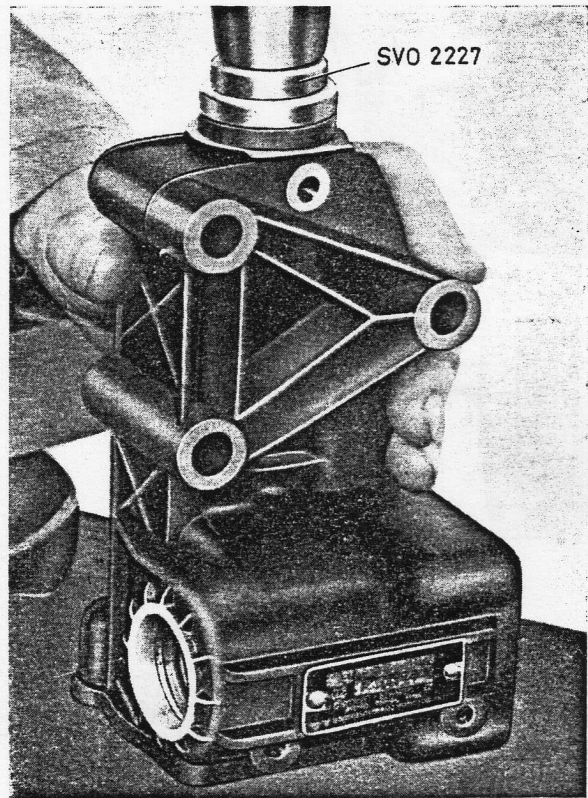

Bild 6-25. Radialdichtring für Lenkrollenwelle einpressen
2. Radialdichtring für Lenkrollenwelle mit Aufsetzdorn SVO 2227 einbauen, siehe Bild 6-25. Den gleichen Aufsetzdorn zum Einbauen des Radialdichtringes für die Lenkspindel verwenden.